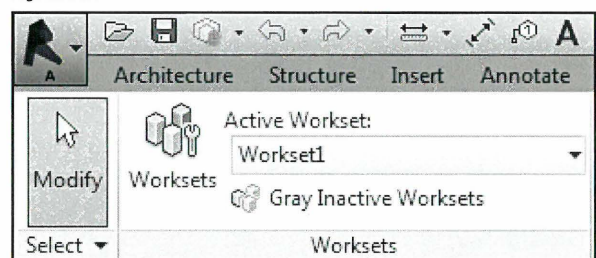

Fig. 16.19.
- Tjek om *Worksets* er frigivet i *Collaborate - Worksets* (Fig. 16.19).